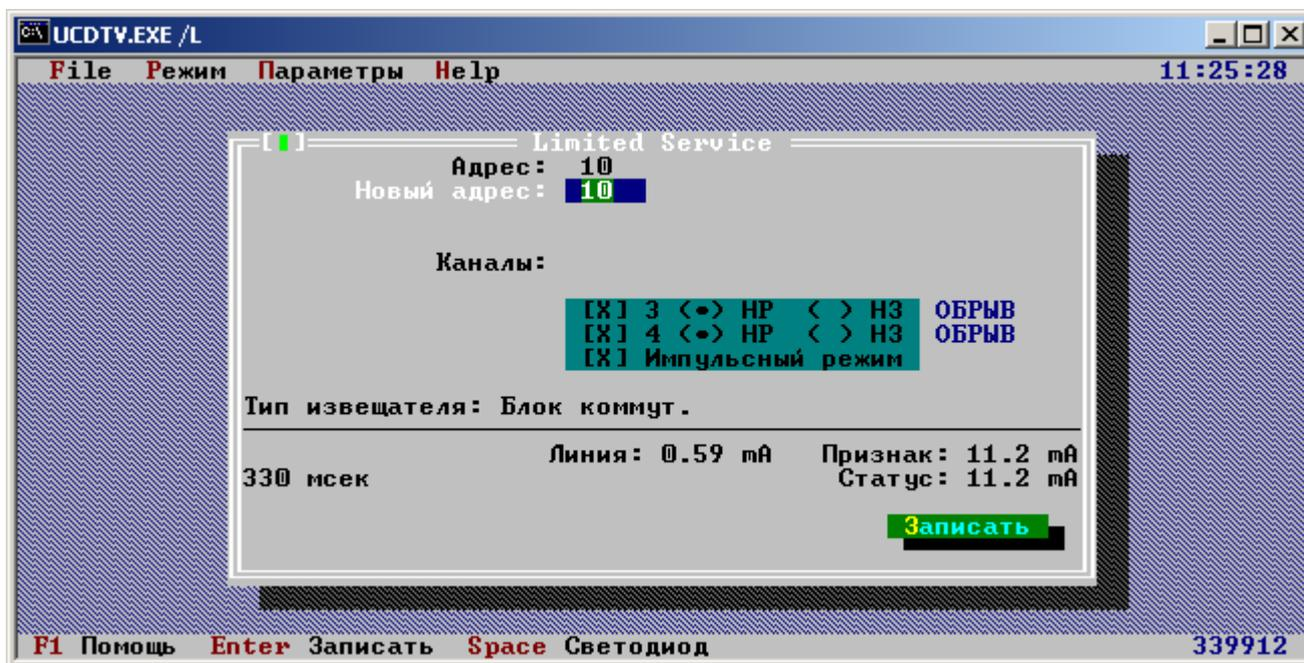

Рис.8. Диалоговое окно изменения параметров блока БКА
6.1.10 Для блоков БКА существует возможность включить или отключить любой из двух подшлейфов и изменить тип его контакта на нормально замкнутые (НЗ) или нормально разомкнутые (НР), а также изменить режим работы импульсный/обычный. (рис.8)